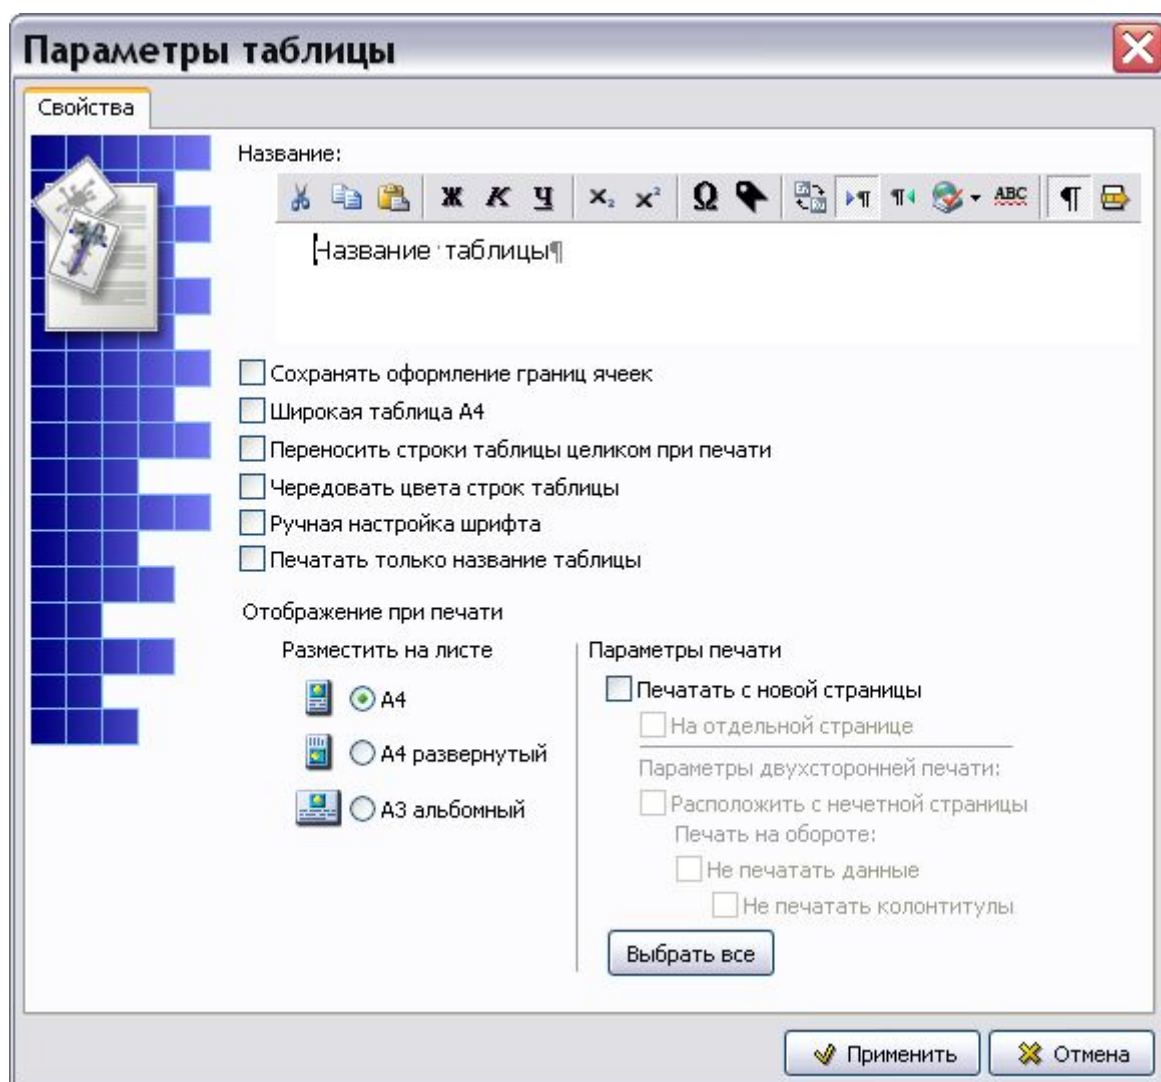

Рис. 6.43
2. В появившемся контекстном меню выберите пункт **Добавить таблицу**. При этом появится диалоговое окно **Параметры таблицы** (Рис. 6.43).